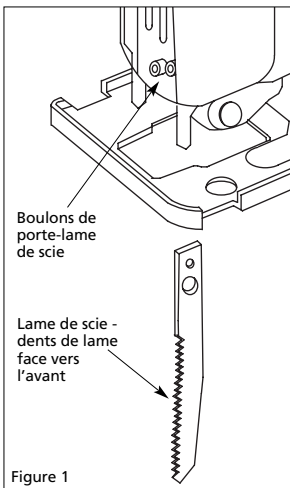

Figure 1
1. Desserrer les boulons dans le sens antihoraire sur le porte-lame avec la clé allen (voir la figure 1).
2. Avec les dents de lame face vers l'avant, insérer la lame dans le porte-lame aussi loin que possible. S'assurer que le bord arrière de la lame s'ajuste dans le rouleau de support de lame (voir la figure 1).